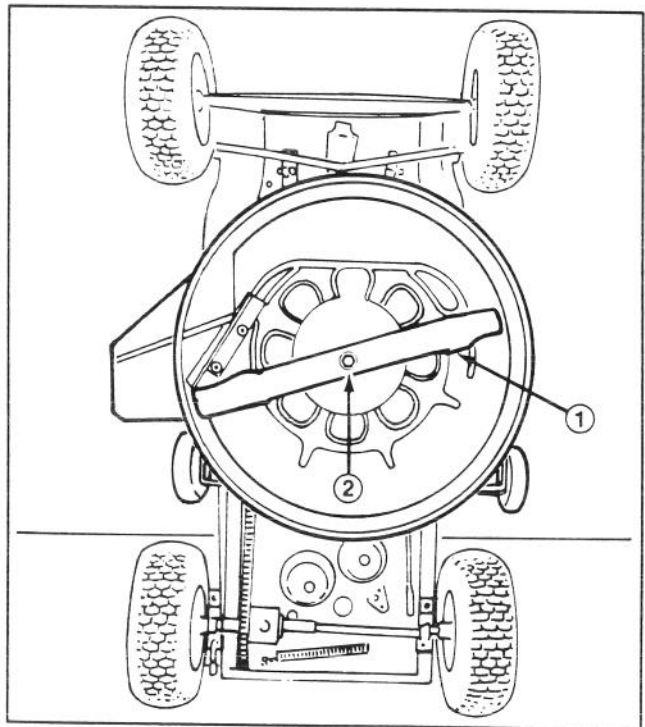

Abbildung 15
6. Das Ende des Messerbalkens mit umwickeltem Lappen oder mit einem schweren, wattierten Handschuh festhalten. Jetzt die Messerbalken-Befestigungsschraube, Unterlegscheibe und das Messer entfernen (Abb. 15).
9. Messerbalken, Unterlegscheibe und Befestigungsschraube (in dieser Reihenfolge) (Abb. 15) anbringen. Die Befestigungsschraube auf ein Moment von 61–81 Nm festziehen.
6. Die an der Unterseite des Decks haftenden Schnittrück- und Schmutzrückstände durch Abspritzen mit einem Gartenschlauch entfernen (Abb. 15). Gras- und Schmutzrückstände, die nicht mit dem Wasserstrahl entfernt werden können, abkratzen. Dann das Deck nochmals abspritzen.
7. Da der Mäher hochkant steht, den Zustand des Messerbalkens prüfen (Abb. 15).